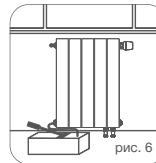

рис. 6
5. По завершению монтажных работ выполнить испытания систем отопления в соответствии с требованиями СП 73.13330.2016 «Внутренние санитарно-технические системы зданий». Гидростатическое испытание водных систем и приборов отопления должно проводиться под давлением, в 1,5 раза превышающим рабочее давление (пример рис. 6). Если рабочее давление более 10 бар (1,0 МПа), испытание проводить без вентильной вставки. По факту проведения испытаний составляется акт ввода системы и приборов в эксплуатацию в установленной форме.